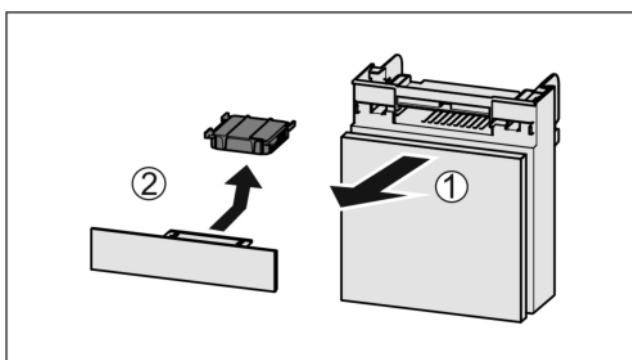

Fig. 152
- Fach nach vorne herausziehen Fig. 152 (1).
- Aktivkohlefilter entnehmen Fig. 152 (2).